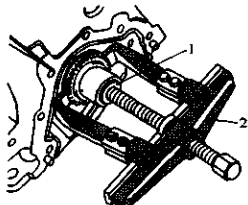

图 2-52 拉出曲轴链轮
5) 如图 2-52 所示，用垫圈 1 保护曲轴末端，使用拉出器 2 拉